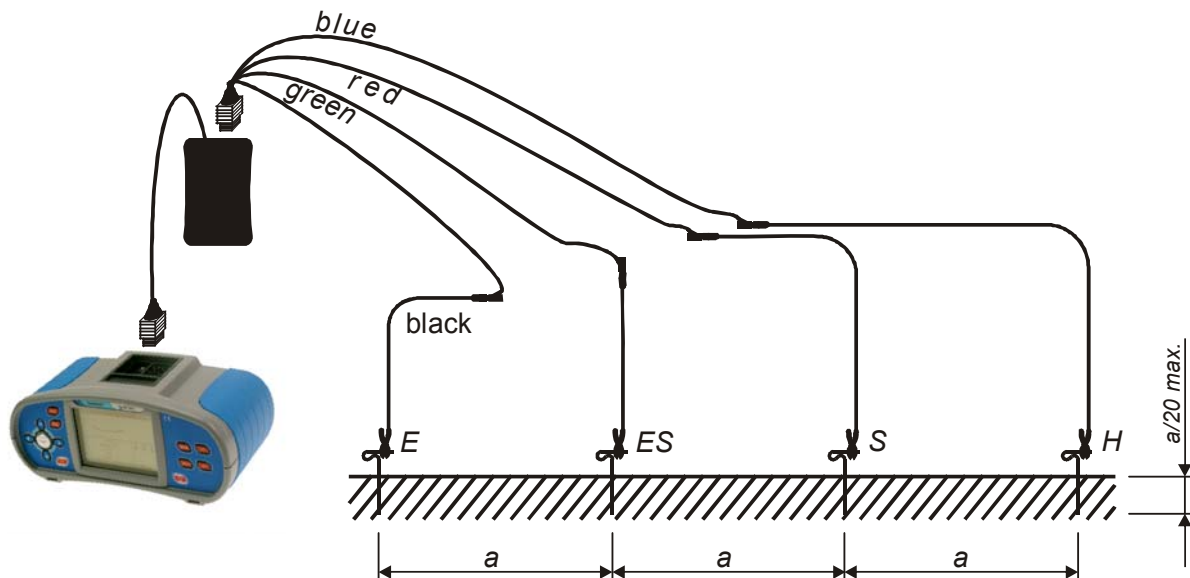

Abb. 5.34: Spezifische Erdwiderstand- Prüfung mit dem  $\rho$ -Adapter
- ❑ **Schließen** Sie den  **$\rho$ -Adapter** an die Prüfsonden an (siehe Abb. 5.34)